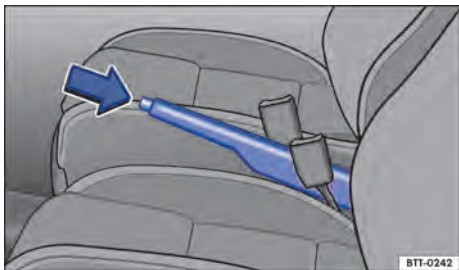

Fig. 100 Entre os bancos dianteiros: alavanca do freio de estacionamento.
- Puxar a alavanca do freio de estacionamento para cima com o botão bloqueador pressionado → Fig. 100 (seta).
- Puxar a alavanca do freio de estacionamento um pouco para cima e pressionar o botão bloqueador → Fig. 100 (seta).